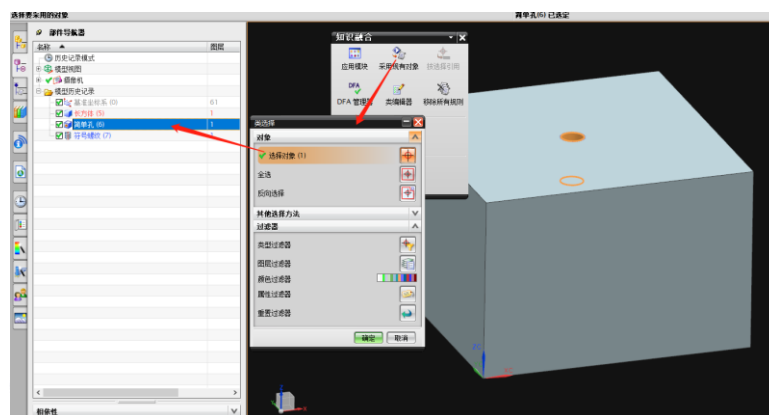
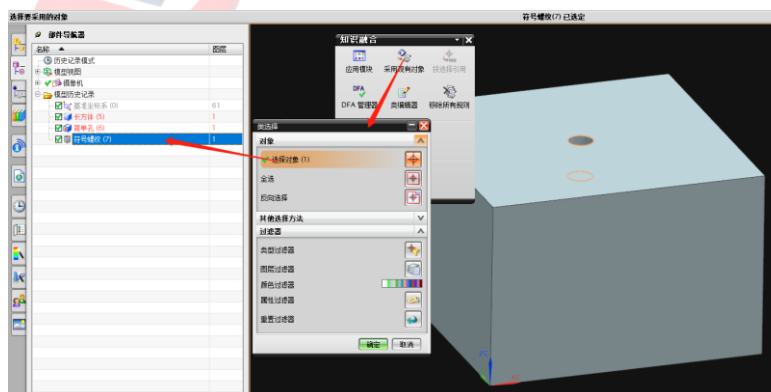

图 3
图 4
3、在 NX 中重新打开 part 文件，找到知识融合模块，点击“采用现有对象”，选取“简单孔”特征，点击确定；重复相应步骤完成对“符号螺纹”特征的选取，如图 3，图 4。